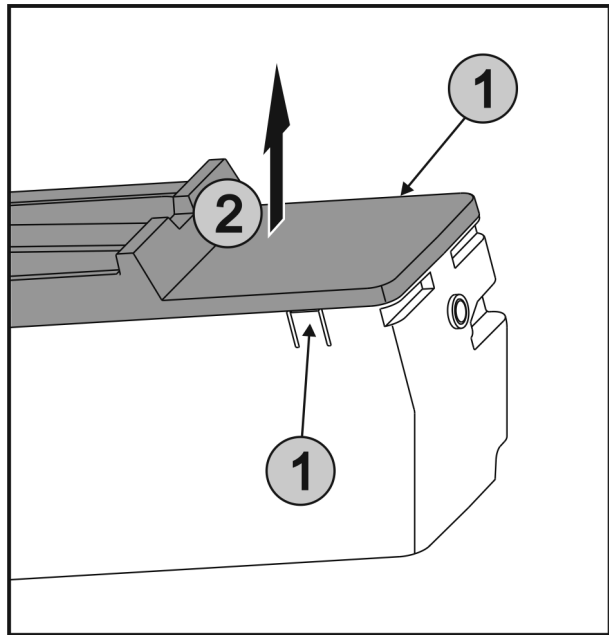

Fig. 29
- ▶ Накладки Fig. 29 (1) з обох боків EasyTwist-Ice натиснути одночасно і кришку Fig. 29 (2) вийняти рухом вгору.